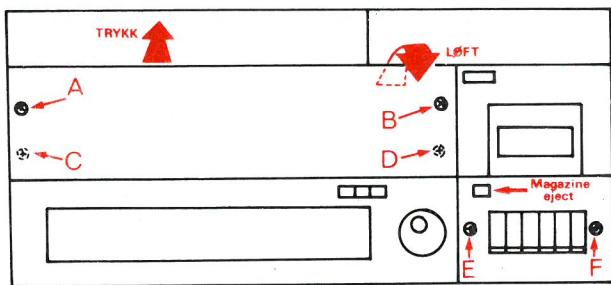

Fig. 1. Demontering, kabinett
- Fjern skruene A og B (fig. 1).
- Fjern skruene C og D (fig. 1).
- Fjern skruene E og F (fig. 1).